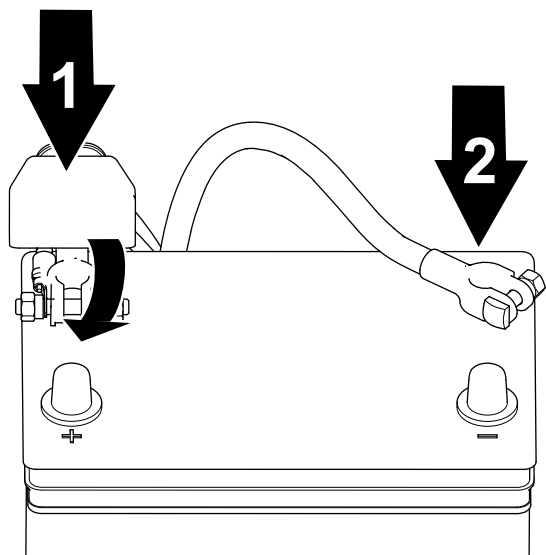

図 35
1. プラス+ケーブルをバッテリーに接続し、クランプナットで接続する 図 35。
2. マイナスケーブルをバッテリーに接続し、クランプナットで接続する 図 35。